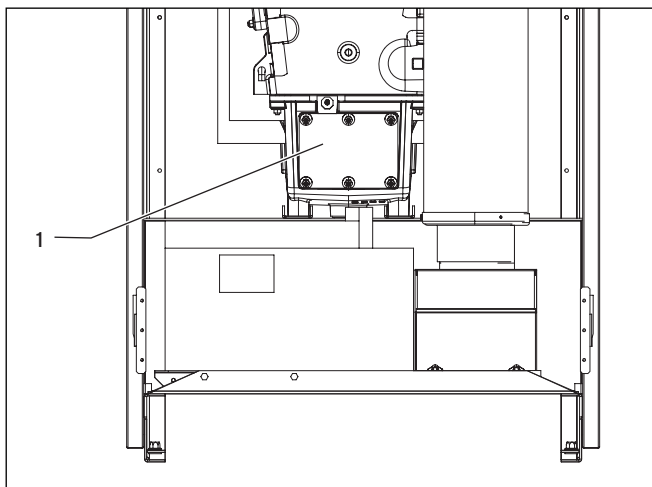

Abb. 8.1 Kondenswassersammler reinigen
- Schrauben Sie den Deckel der Inspektionsöffnung (1, Abb. 8.1) ab.